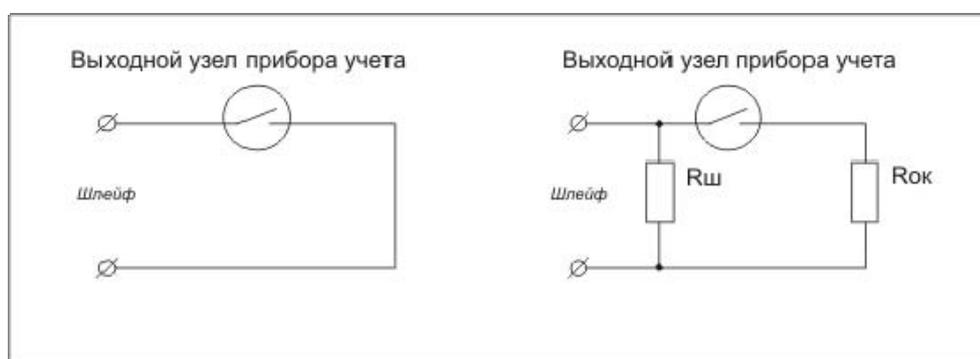

Рисунок 4. Электрическая схема подключения цепи НАМУР
- 2.1.6.1.5. контроль текущего состояния входных цепей числоимпульсного интерфейса прибора учета при установке дополнительных резисторов цепи НАМУР (см. Рисунок 4) оконечного R_{OK} 2,2 кОм \pm 5% и шунтирующего $R_{Ш}$ 5,6 кОм \pm 5%